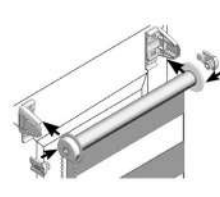

рис. 6
4. Установить вставки в механизм управления и в заглушку в трубе. Вставить изделие в кронштейны. Рулон ткани должен быть виден (рис.6).